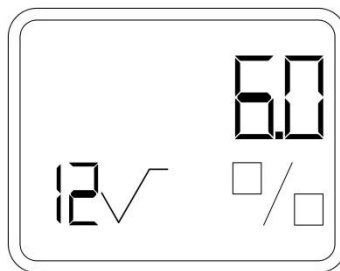

Рисунок 27 – Отображение 12 пункта меню на дисплее
- При помощи кнопки «М» зайти в пункт меню 12 (рисунок 27).